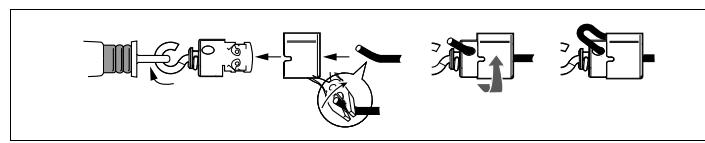

Fig. 6: Montaggio del primo morsetto per fune
➤ Collegare la fune al morsetto della fune secondo Fig. 6 e agganciare il morsetto della fune all'interruttore di tiro della fune. Successivamente riapplicare il cappuccio giallo.
- Accorciare l'estremità della fune e inserirla nel morsetto della fune secondo Fig. 6.